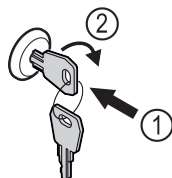

Fig. 129
- ▶ Sätt in nyckeln Fig. 129 (1).
- ▶ Vrid nyckeln 90° medurs Fig. 129 (2).